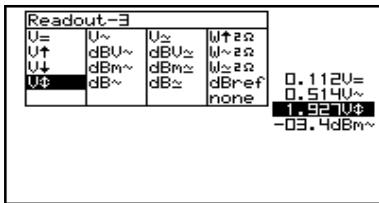

Fig 23
6. Press the cursorkeys to highlight the desired readout function for meter 3 readout. (Fig. 23)
6. Druk op de pijltoetsen voor het kiezen van de uitlezingfunctie van meter 3. (**fig 23**)
6. A l'aide des touches curseur choisissez la fonction désirée pour l'appareil numéro 3. (**fig 23**)